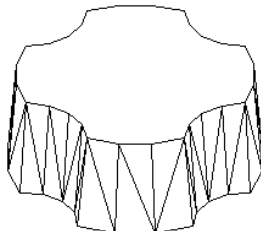

图 9-47 消隐结果
(5) 设置显示菜单栏, 并在“视图”菜单中选择“消隐”命令, 得到的消隐结果如图 9-47 所示。